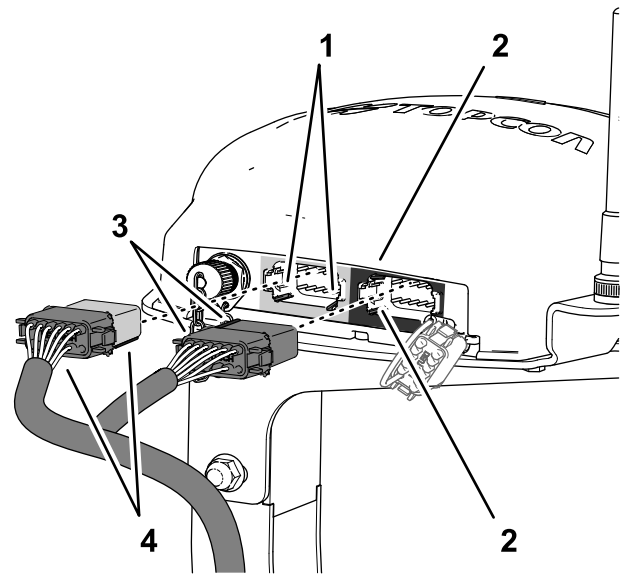

Figura 200
3. Allineate le 2 chiavi sulla superficie lunga del connettore a 12 prese grigio e nero del cablaggio dati con le 2 scanalature per chiave nella parete orizzontale inferiore del connettore a 12 pin sinistro (grigio) del ricevitore di navigazione (Figura 200).
4. Collegate il connettore a 12 prese grigio e nero del cablaggio dati nel connettore a 12 pin sinistro (grigio) del ricevitore di navigazione, fino a quando il connettore non scatta saldamente in sede (Figura 200).
5. Allineate le 2 chiavi sul lato corto del connettore a 12 prese nero del cablaggio dati con le 2 scanalature per chiave nella parete verticale sinistra del connettore a 12 pin destro (nero) del ricevitore di navigazione (Figura 200).
6. Collegate il connettore a 12 prese solo nero del cablaggio dati al connettore a 12 pin sinistro (nero) del ricevitore di navigazione, fino a quando il connettore non scatta saldamente in sede (Figura 200).